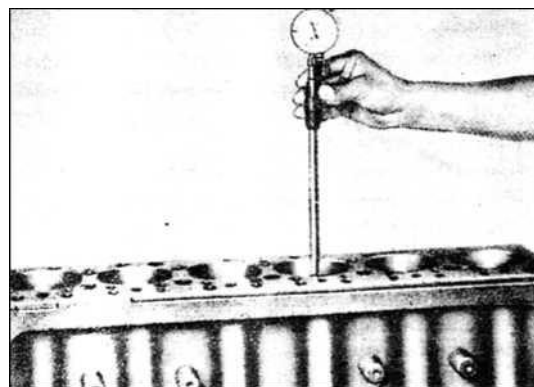

РИС. 17
2) Измерьте все отверстия, используя нутромер, и запишите показания в листе по осмотру двигателя (см. табл. 5), (рис. 17).